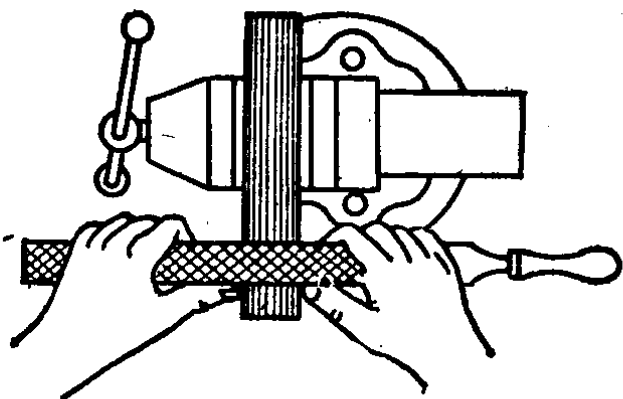

图1-11 推锉
3. 推锉 当工件表面已锉平,且加工余量很小时,为了提高表面光洁度和修正尺寸,可用推锉方法,见图1-11。